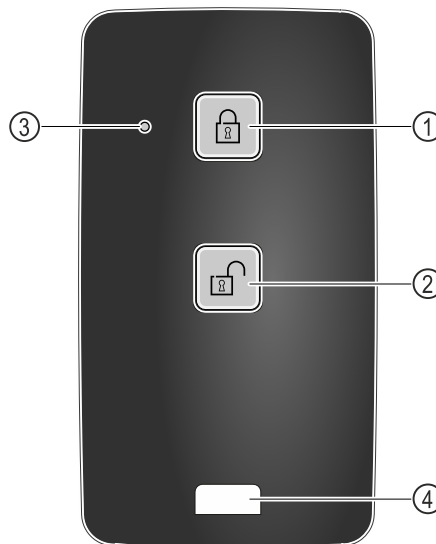

Fig. 210
- ▶ 按下遥控器上的按键 Fig. 210 (1)。
- ▶ 按下遥控器上的按键 Fig. 210 (2)。
- ▶ 状态 LED Fig. 210 (3) 在按下按键时给出视觉反馈。
- ▶ 孔眼 Fig. 210 (4) 用于固定遥控器，例如固定在钥匙串上。